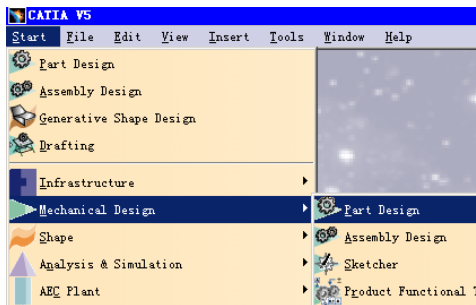

图 3-1
- 选择 Start→Mechanical Design→Part Design 命令，进入欢迎使用 CATIA V5 界面，如图 3-1 所示。